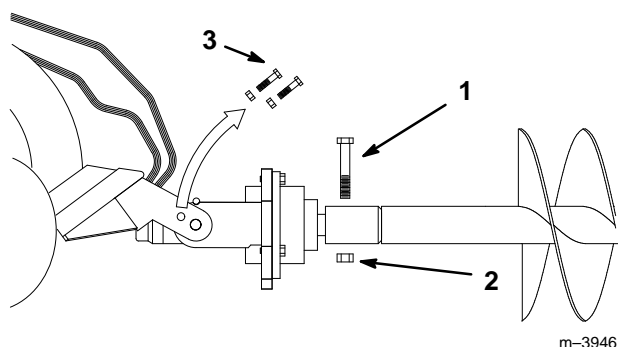

Figure 7
8. Fixer la tarière à la tête d'entraînement à l'aide du boulon 7/8"-9 x 4-1/2" et de l'écrou 7/8"-11 (Fig. 7).
9. Retirer les boulons et écrous placés dans les bras du berceau au point 3 (Fig. 7).